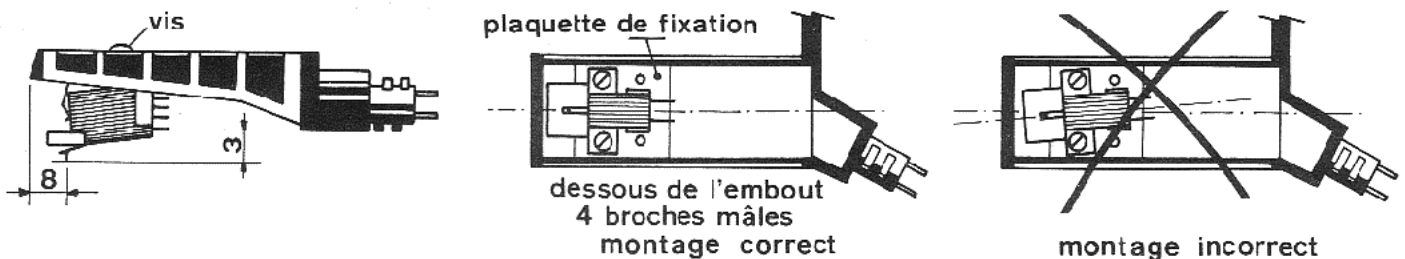

Fig. 2 : Montage du lecteur
- Avancer ou reculer le lecteur, et serrer modérément la vis du dessus de l'embout (fig. 2).